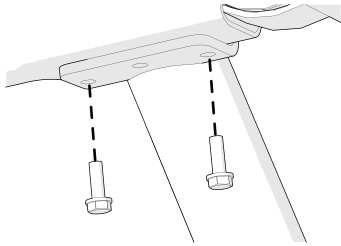

Рисунок 1
1. Выровняйте верхний конец правой части опоры по отношению к правой боковой опоре и вставьте два винта **2** (с шайбами) в два отверстия под стойкой боковой опоры (см. рисунок 1). Частично затяните.